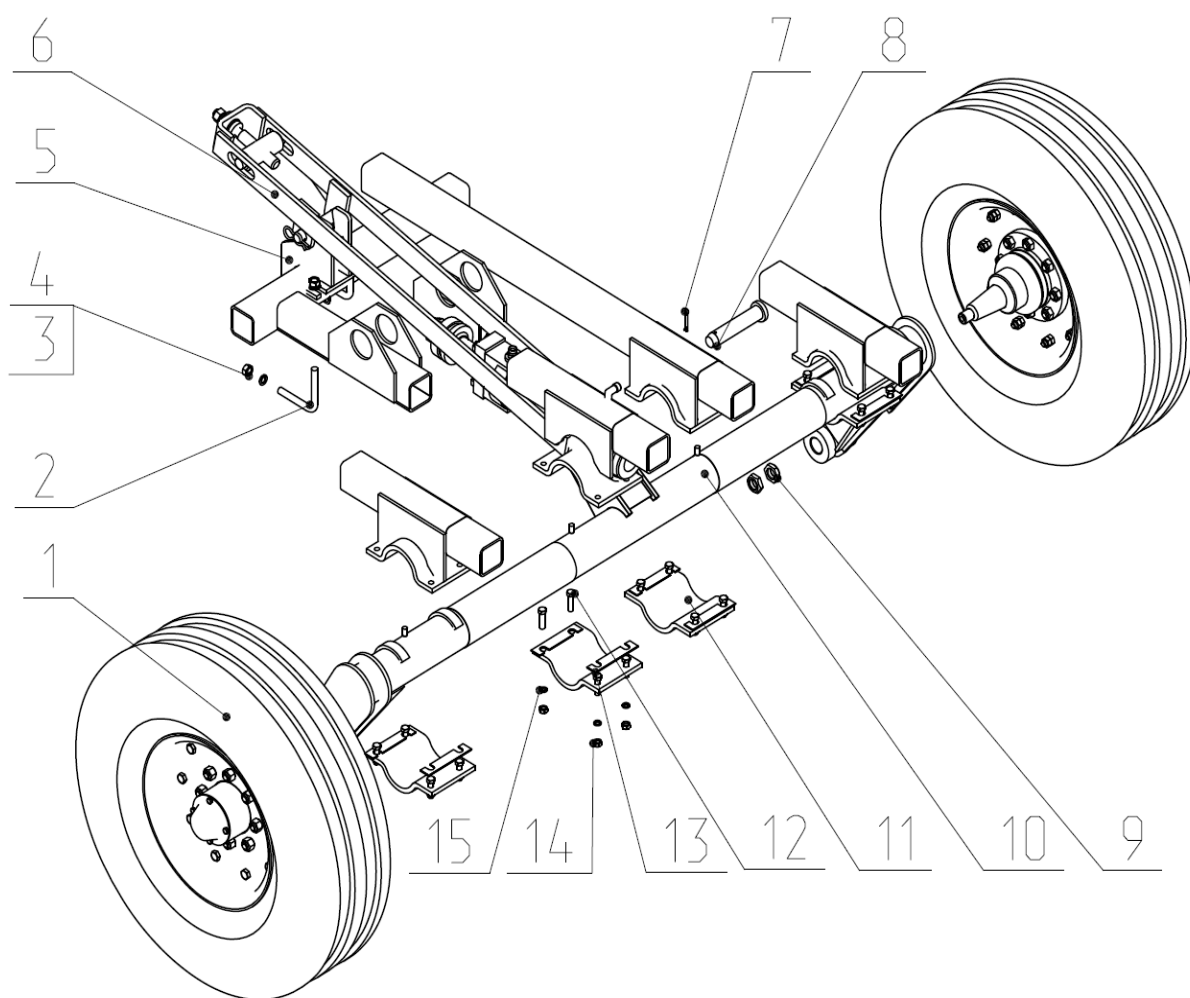
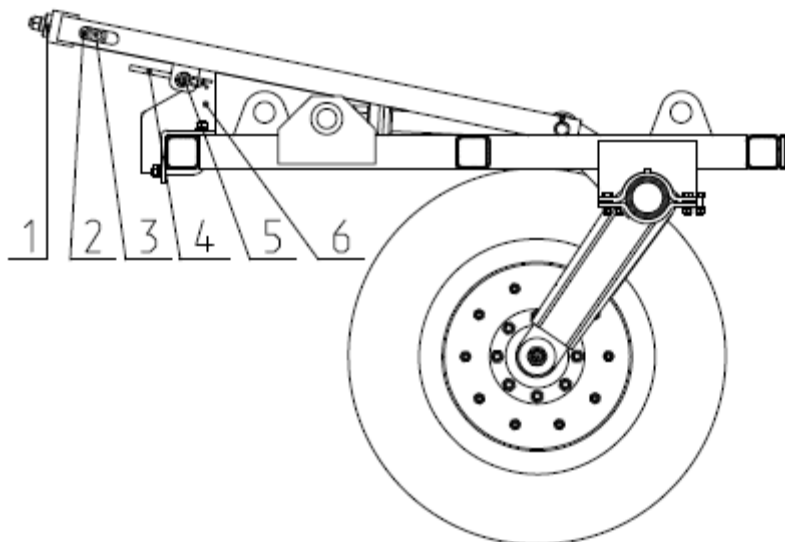

Рис.5 Колесная пара
Рис.6 Положение транспортного фиксатора при транспортировке культиватора.
2.7 Для очистки рабочих органов от земли и растительных остатков к культиватору прикладывается чистик (рис.5).
2.10. Колесная пара (Рис.5) служит опорной частью культиватора, так и для ограничения заглубления рабочих органов центральной секции при выполнении культивации.
2.10.2 Для блокировки колесной пары в транспортном положении служит транспортный фиксатор 2 (рис.6), который закрепляется в проушине штанги осью 8 (рис.5), а другой частью через палец 4 (рис.6) входит в зацепление с упором 6. Положение транспортного фиксатора в транспортном положении см. рис.6.